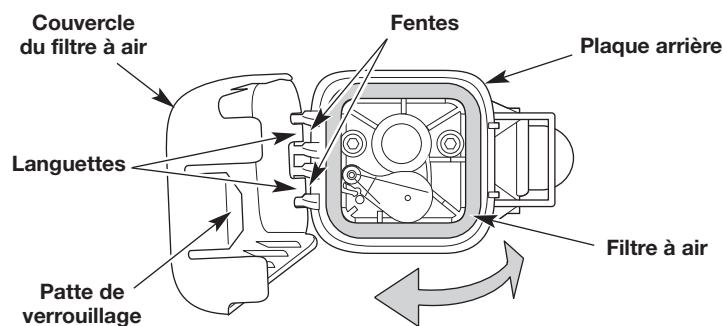

Fig. 13
- Ouvrez le couvercle du filtre à air : appuyez sur la languette de verrouillage et tournez le couvercle du filtre à air vers la gauche (Fig. 13).
- Retirez le filtre à air (Fig. 13).
- Réinstallez le filtre à air (Fig. 13).
- Fermez le couvercle du filtre à air : insérer les languettes du couvercle du filtre à air dans les fentes de la plaque arrière. Fermez le couvercle du filtre à air de droite et appuyez jusqu'à ce que la languette de verrouillage s'enclenche (Fig. 13).